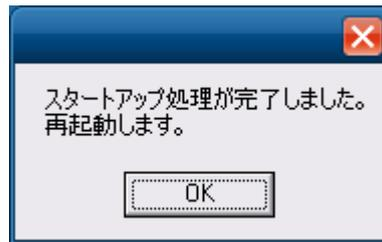

図 7-2-6. 再起動ダイアログ
- ⑫ 初期化処理が完了すると再起動ダイアログが表示されます。(図 7-2-6)